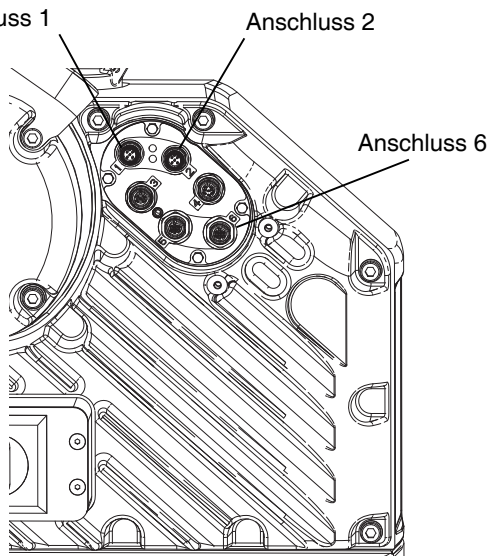

ABB. 39: Lage des Antriebsanschlusses
6. Mit den vier 10-32 im Satz enthaltenen Montageschrauben den Sockel (CD) in den gebohrten Löchern montieren.
7. Das CGM (CC) mit den zwei in Schritt 5 entfernten Schrauben wieder am Sockel (CD) anbringen.
8. Die Abdeckung (CA) wieder anbringen.
9. Das im Satz enthaltene CAN-Kabel entweder am Anschluss 1 oder Anschluss 2 (je nachdem, welcher verfügbar ist) am Antrieb anbringen. Siehe ABB. 39.